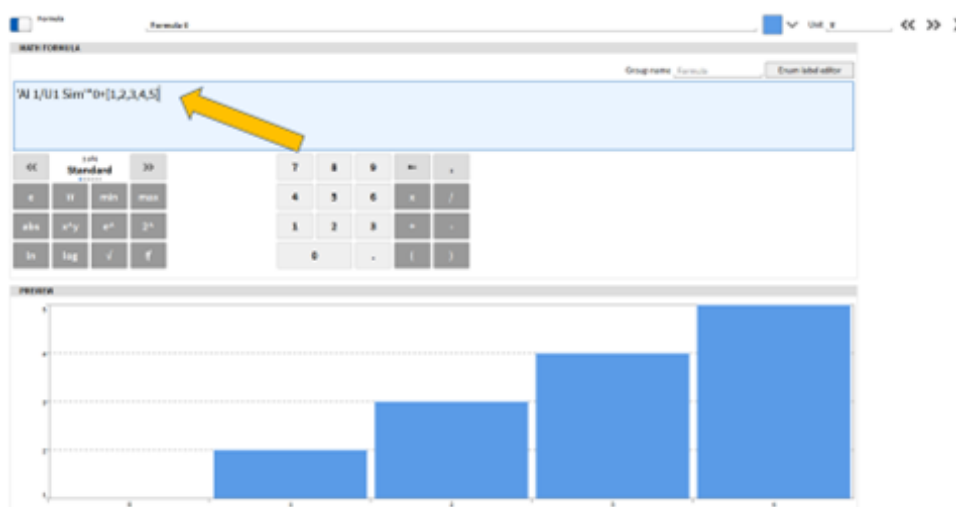

Abb. 7.76: Erstellung von Arrays mit konstanten Elementen
- Zu guter Letzt ist es möglich, Array-Kanäle mit konstanten Elementen zu erstellen (siehe Abb. 7.76). Die Aktualisierungsrate kann definiert werden, indem ein Zeitdomänenkanal hinzugefügt und mit Null multipliziert wird. Das Array hat dann die gleiche Aktualisierungsrate wie der Zeitdomänenkanal.